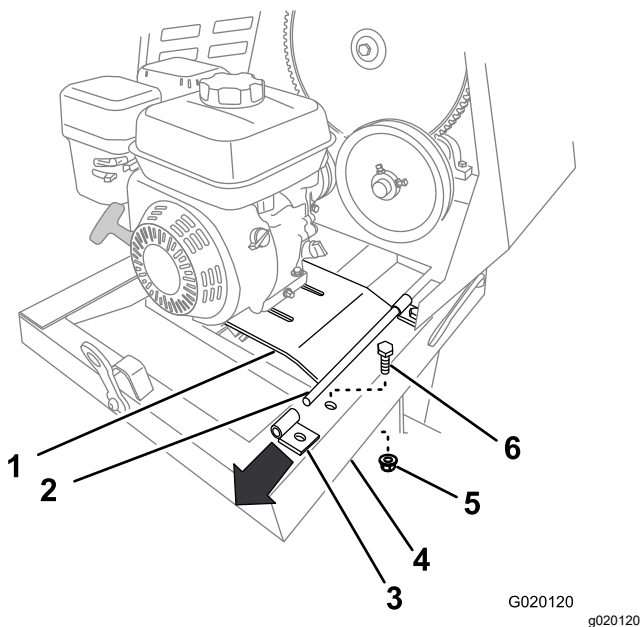

Figura 50
9. Tire hacia arriba del borde trasero de la chapa del motor y retire el soporte de la bisagra (Figura 50).
6. Sujete el soporte trasero al bastidor de la máquina usando el perno y la tuerca (Figura 50) que retiró en el paso 8 de Cómo retirar el motor \(página 37\).